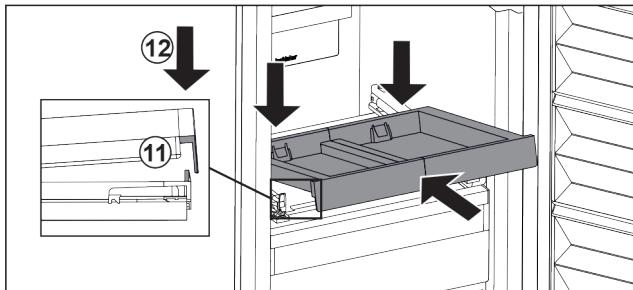

Fig. 45
- Gurnite ukoso. Pazite na to da je na obje strane graničnik iza jezičca. Fig. 45 (11)
- Spustite izvlačnu ploču naprijed. Fig. 45 (12)